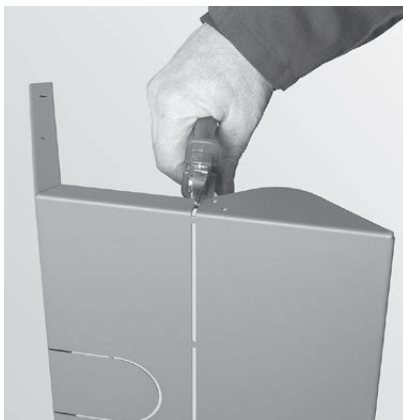

Fig. 76 Tagliare le staffe in alto e in basso
- ▶ Tagliare le staffe in alto e in basso nel rivestimento sinistro posteriore (Fig. 76)